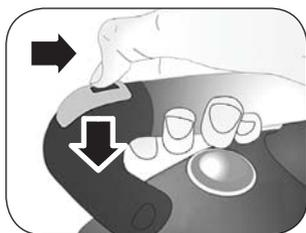

Fig. 6
- 1 Posizionare la manopola di regolazione vapore (K) sul valore "+".
- 2 Impostare la temperatura di stiratura tramite la manopola di regolazione (F) oltre il simbolo (●●●).
- 3 Attendere che la spia (C) del ferro sia spenta.
- 4 Attendere l'accensione della spia pronto vapore (M).
- 5 Premere il pulsante vapore (D) e spostare il cursore (E) verso il manico (Fig. 6). Il cursore (E) bloccherà il pulsante provocando l'uscita di un getto di vapore continuo e costante.